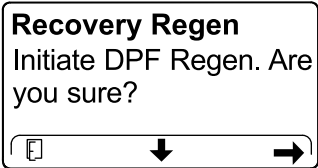

Figura 67
- En la pantalla INITIATE DPF REGEN (Iniciar regeneración de DPF), pulse el botón derecho para continuar (Figura 67).